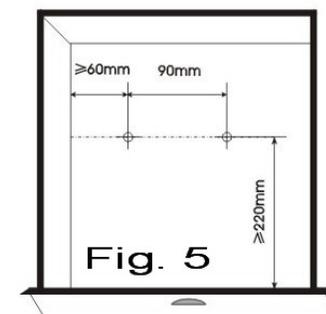

Fig. 5
**ACHTUNG:** Bei Montage in Schublade Bohrung von 2 Löchern wie angewiesen in Fig. 5. 4 mm Bohrer verwenden. Außerdem ein Loch für den Kabeleingang unten in der Schublade bohren.